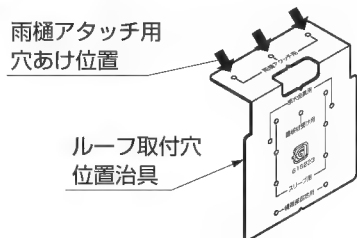

図11-22
- ①ルーフ取付穴位置治具を樋にあて、ケガキ、ドリルで水抜き穴φ36と雨樋アタッチメント取付穴φ3.2をあけてください。(図11-22、11-23参照)